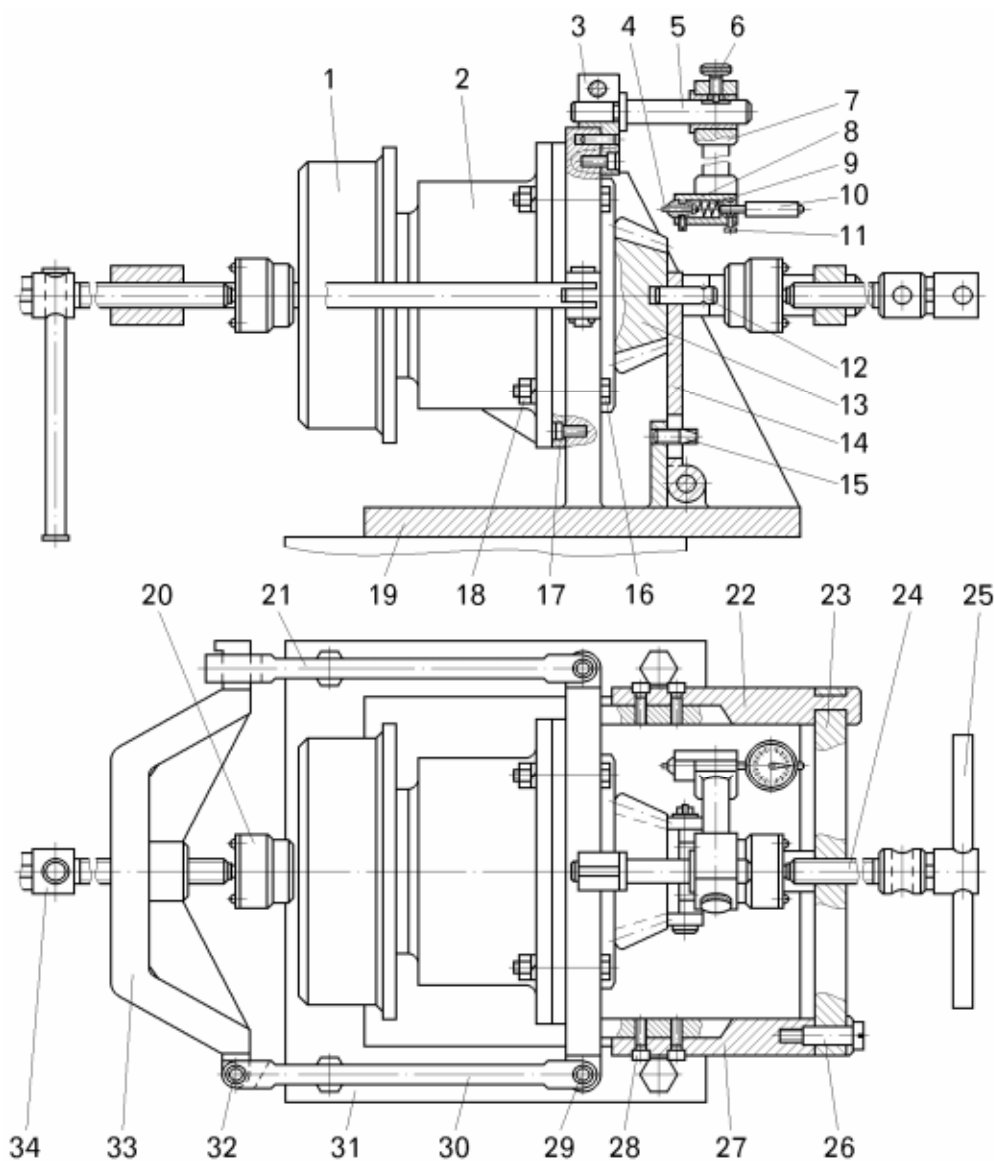

Рисунок 8.11 – Стенд для разборки, сборки и регулировки зазора ведущей шестерни:
– установить и закрепить картер подшипников в сборе с ведущей шестерней на специальный стенд (рисунок 8.11);
– подвести, и закрепить поперечину 33 (смотри рисунок 8.11) и при помощи винта 34 выпрессовать ведущую шестерню 13. Выпрессовку ведущей шестерни можно производить и на прессах;
- отвести поперечину 33 (смотри рисунок 8.11) в сторону и снять тормозной барабан 12 (смотри рисунок 12.4) с фланцем 16 и болтами 13 крепления барабана и карданного вала;
Сборку и регулировку ведущей шестерни с картером подшипников рекомендуется выполнять на специальном стенде (смотри рисунок 8.11).
- вставить ведущую шестерню 13 (смотри рисунок 8.11) в подсобраный картер подшипников 2, закрепить откидную планку 23 и вращением винта 24 запрессовать шестерню 13. Отвести планку 23 в сторону и установить стопорное кольцо 8 (смотри рисунок 8.2). Запрессовку ведущей шестерни можно производить на гидравлическом прессе;